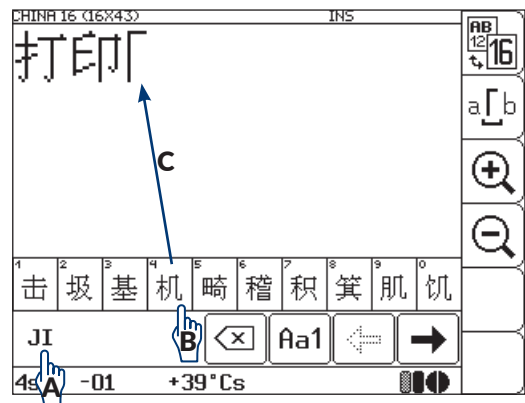

Рис. 33.
3. С помощью буквенно-цифровой клавиатуры **1d** (см. **Рис. 20 на странице 58**) введите латинский текст, соответствующий нужному китайскому символу **A** (см. **Рис. 33**). Для удаления латинских символов используйте значок .